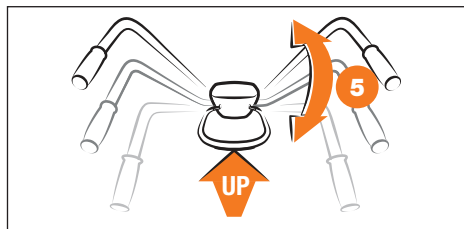

Рис. 14
- Выберите оптимальное и удобное положение рабочей рукоятки (Рис. 14).